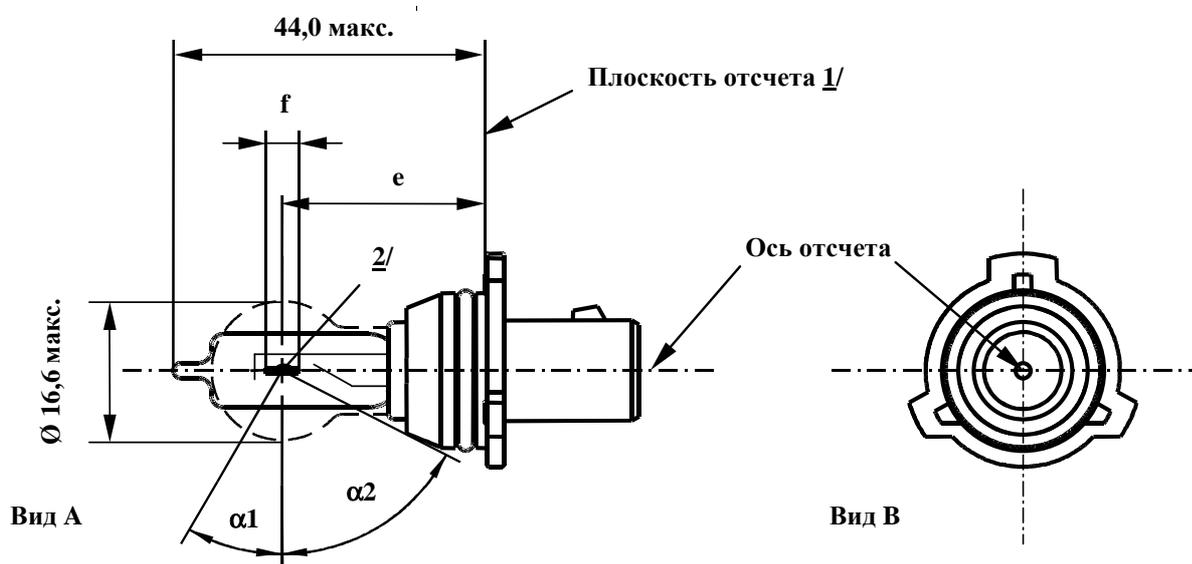

Рис. 1 Основной чертеж P13W
- 6/ Ни одна из частей цоколя, выступающих за плоскость отсчета, не должна находиться в пределах угла α_2 , как показано на рис. 1 спецификации P13W/1. Колба не должна давать оптического искажения в пределах углов $\alpha_1 + \alpha_2$. Эти требования относятся ко всей длине окружности колбы.